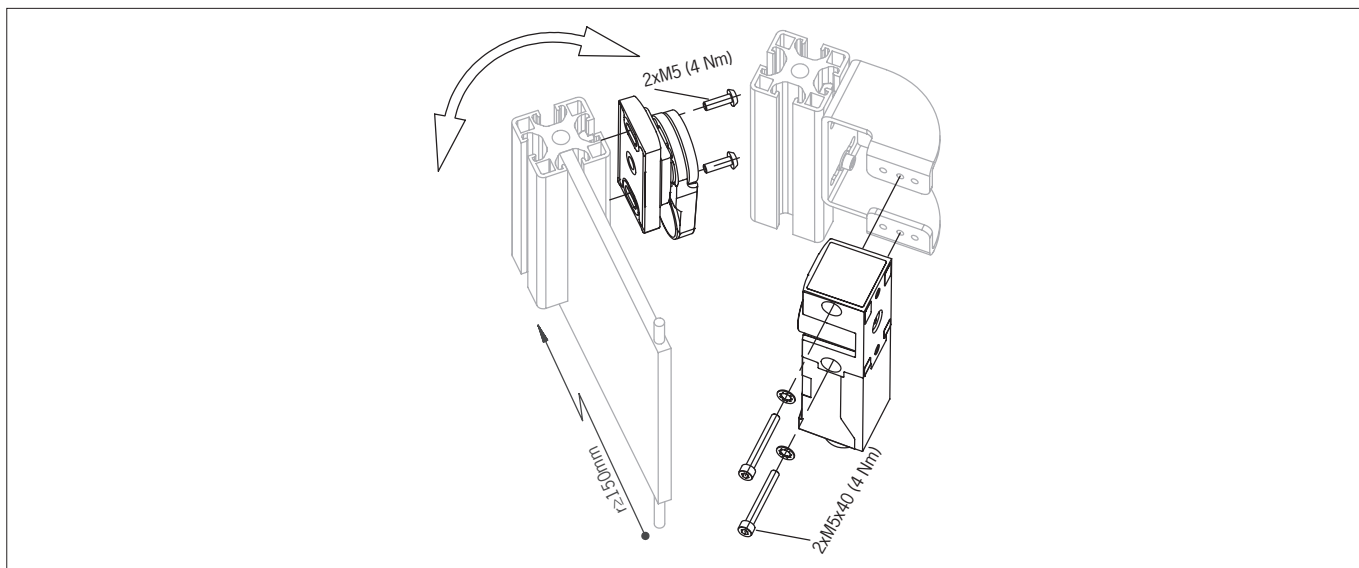

Figura 2: Ejemplo de montaje
- › Respete los radios de puerta mínimos (véase la *Figura 2: Ejemplo de montaje en la página 9*).